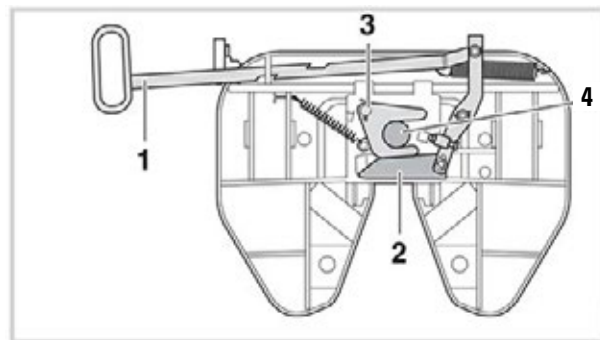

fig.9
- Ralla a perno chiusa e assicurata (fig.9).
- Plaque d'attelage à pivot fermée et assurée (fig.9).